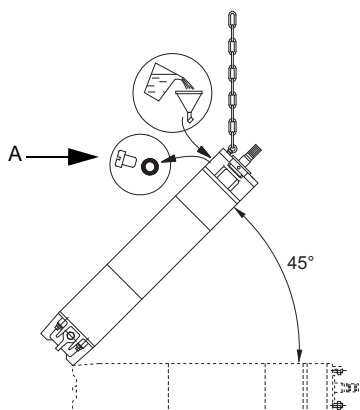

Fig. 4 Placering af motoren under påfyldning – MMS
1. Placér motoren med en hældningsvinkel på 45°. Det øverste punkt på motoren skal vende opad, se fig. 4.